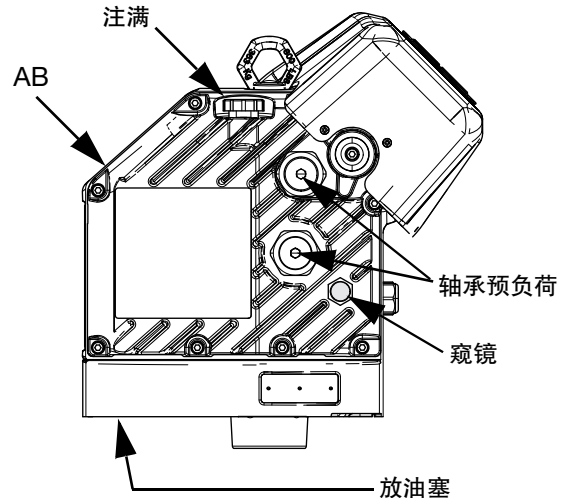

图 39：窥镜和注油盖
3. 拆下放油塞。有关放油塞的位置，请参见图 39。排放驱动器 (AB) 中的所有油。
参见下面的图 39。定期检查窥镜中的油位。当驱动器 (AB) 不运行时，油位应大约在窥镜一半高度处。油位较低时，打开注油盖，加入固瑞克产品编号为 16W645 的 ISO 220 无硅合成 EP 齿轮油。